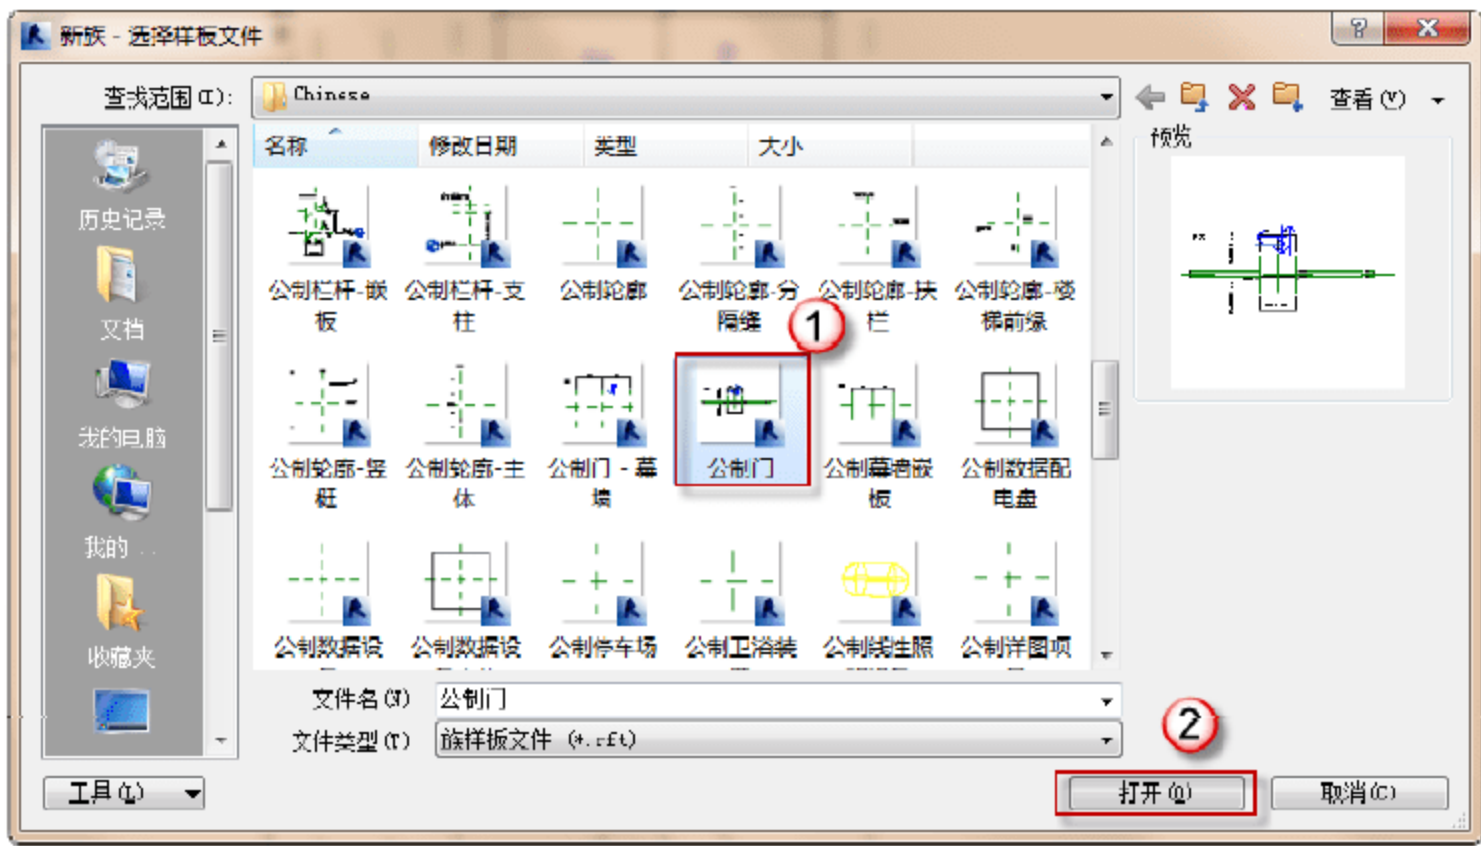

图 8.4.24 打开“公制门”
(1) 打开族。以 Revit 系统自带族为基础创建 2 号电梯族。选择“应用程序菜单”→“新建”→“族”命令，在弹出的“新族-选择样板文件”对话框中选择“公制门.rft”文件，单击“打开”按钮，进入“公制门”族，如图 8.4.24 所示。